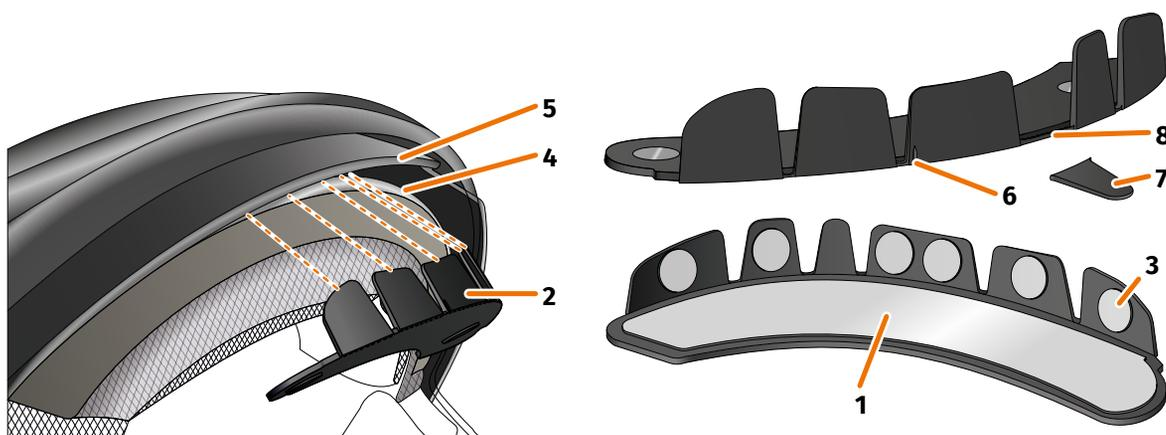

FIGURA 9: Pegar el adaptador del casco con lengüetas
2. Pega el pad adhesivo grande (FIGURA 9/1) en el lado del adaptador de casco (FIGURA 9/2) donde se ven los imanes.
3. Pega los pads adhesivos pequeños (FIGURA 9/3) en el interior de las lengüetas.
4. Sitúa el adaptador de casco (FIGURA 9/2) en la zona del casco correspondiente a la frente, entre la calota interior (FIGURA 9/4) y la visera (FIGURA 9/5). En la parte delantera del adaptador de casco hay una marca (FIGURA 9/6) que debe situarse sobre una línea imaginaria que va del centro del casco al centro de tu cara. Asegúrate de que el adaptador de casco no choque con la visera.
Si ves que algunas lengüetas chocan con el material del casco, puedes romper hasta tres lengüetas que interfieran (ejemplificado en FIGURA 9/7). Las lengüetas están perforadas en el borde inferior (FIGURA 9/8) para facilitar su rotura. Puedes alisar un poco las zonas de rotura con una lima o una tijera.